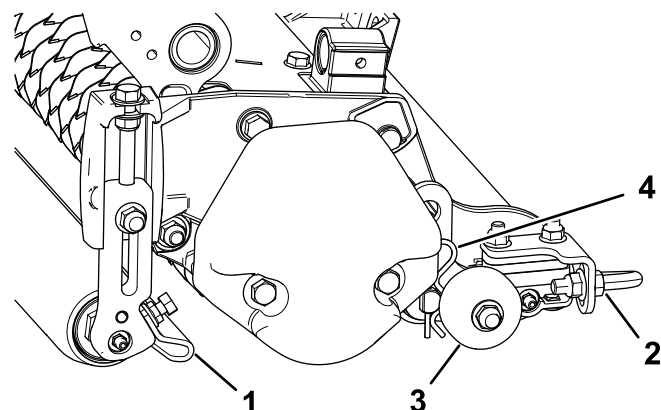

图12
1. 松开固定滚筒刮刀的凸缘螺母 图12。
在切根刀下放到底板或从主机中拆下之前应放低行走滚筒 图12 以防止刀片接触到坚硬的表面。